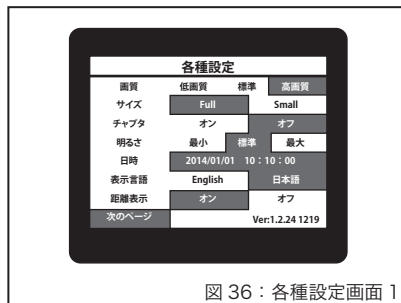

図 36：各種設定画面 1
● 各種設定画面を表示する (図 36)
- MENU ボタンを押すと図 36 の**各種設定**画面が表示されます。変更、設定したい機能を↑↓にて選択し▶再生ボタンを押すとカーソルが右へ異動し、設定を選択できるようになります。設定したいモードを選び、▶再生ボタンを押すと設定が変更され、カーソルが左に移動します。
- 「前のページ」を実行すると、各種設定画面1 (図 36) に戻ります。